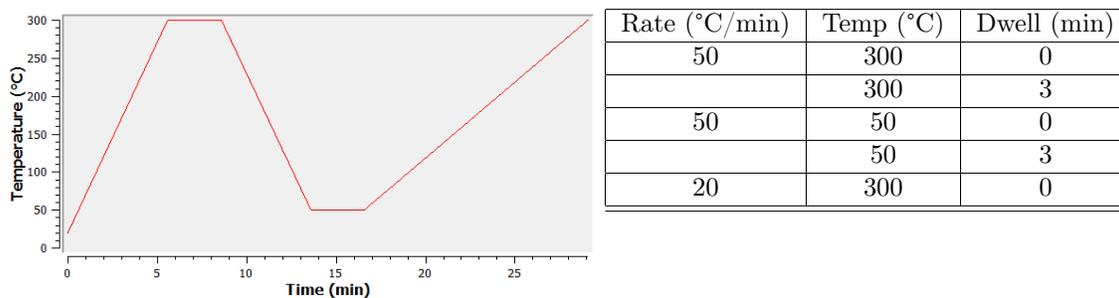

Figure 4: Cycle de chauffe
5. Utilisez les différents outils d'analyse calorimétrique pour déterminer la transition vitreuse, cristallisation et fusion du PET (cf figure 4) ;